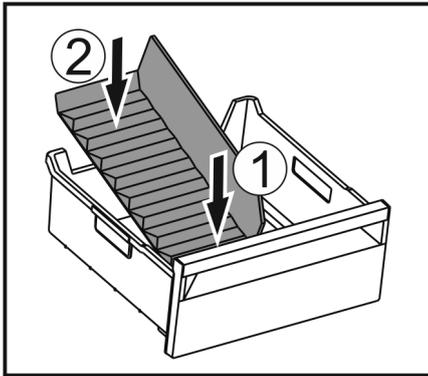

Fig. 146
- ▶ Vorderen Teil des Eisfach-Trenners einsetzen. Fig. 146 (1)
- ▶ Hinteren Teil des Eisfach-Trenners bis zum Schubfachboden absenken. Fig. 146 (2)